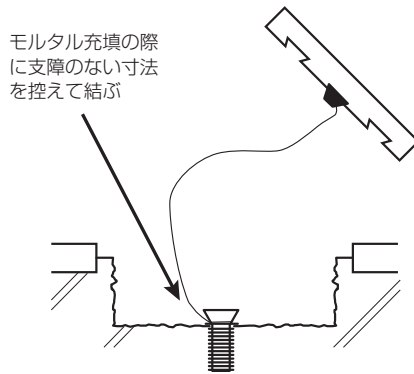

図2：ステンレス鋼線の定着
⑤：ねじを出寸法 3mm 残して取り付ける
⑥下地コンクリート面に、吸水調整材を塗布する。⑥
⑥：下地コンクリート面に吸水調整材を塗布する
⑥タイル裏面にステンレス鋼線を接着した場合は、ステンレス鋼線の他端を(図2)のようにコンクリート下地側へ取り付けたねじへ結び付けて、万一の場合のタイルの脱落防止を図る。
⑦下地コンクリート面、及び貼替えタイルの裏面へ貼付けモルタルを充填・塗布する。⑦⑧